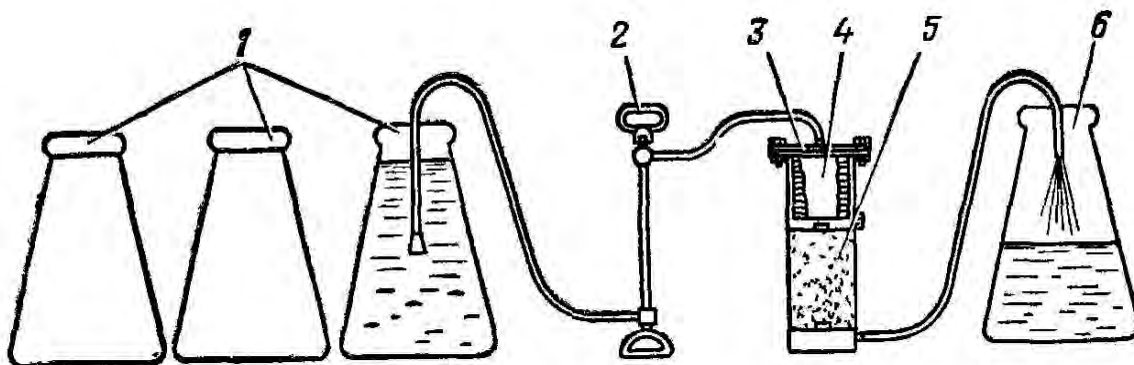

Рис. 39. Схема разворачивания ТУФ-200Н при снаряжении его тканевым мешком и активным углем:
2. Установить три резервуара по одну сторону от фильтра, а один по другую (рис. 39).